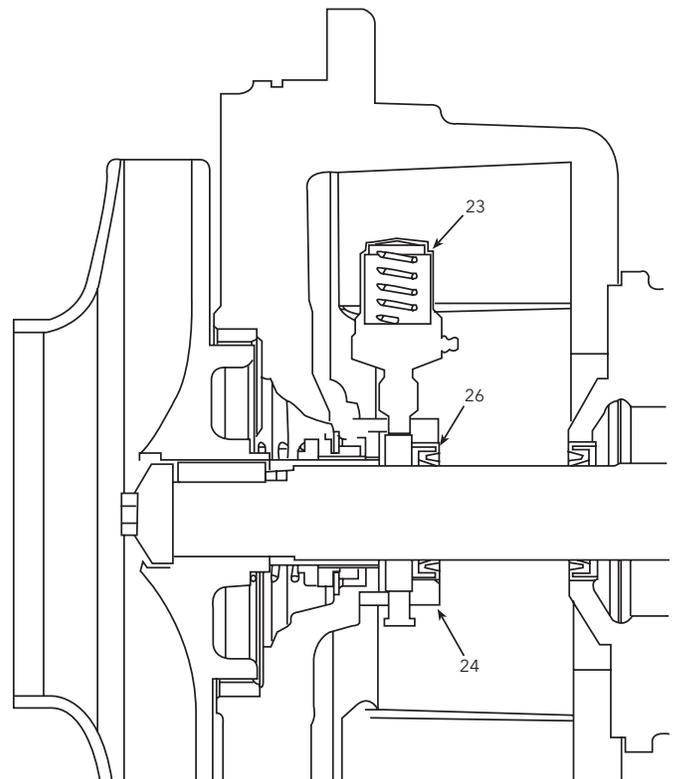

Figure 15
- Dans le cas du lubrificateur à huile, la boîte de lubrification portera la lettre O, placée en haut, et les deux orifices de 1/8 po, NPT, seront montés à l'horizontale pour assurer une bonne lubrification. Le joint à lèvres (26) sera toutefois posé sur la boîte de lubrification en sens inverse par rapport à celui de la figure 15.
- Le lubrificateur à graisse (23) vient avec trois ressorts (argent, rouge et bleu). Le choix du ressort est fonction de la température de service et de la graisse utilisée :